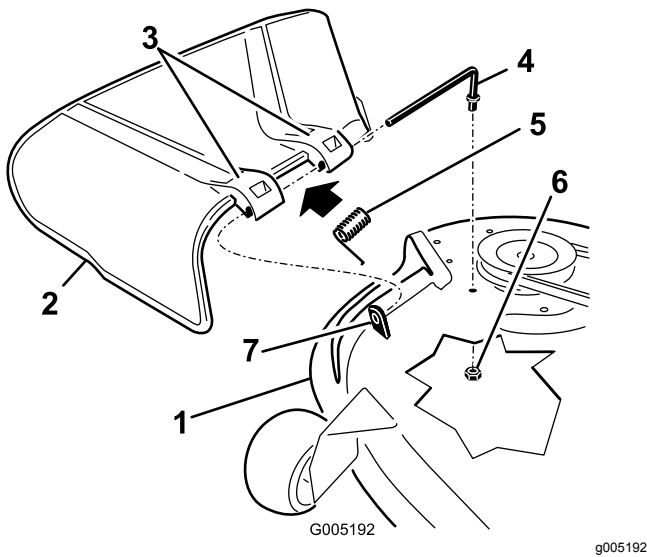

Figura 59
1. Localice los elementos mostrados en la Figura 59.
2. Retire la tuerca (3/8") de la varilla (debajo del cortacésped) (Figura 59).
3. Retire la varilla del espaciador corto, del muelle y del deflector de hierba (Figura 59). Retire el deflector de hierba dañado o desgastado.
4. Vuelva a colocar el deflector de hierba (Figura 59).
6. Coloque el muelle sobre la varilla, con los extremos de los alambres hacia abajo, y entre los soportes del deflector de hierba. Deslice la varilla por el segundo soporte del deflector de hierba (Figura 59).
7. Introduzca la varilla, en la parte delantera del deflector de hierba, por el espaciador corto de la carcasa. Fije el extremo trasero de la varilla en el cortacésped con una tuerca (3/8") (Figura 59).